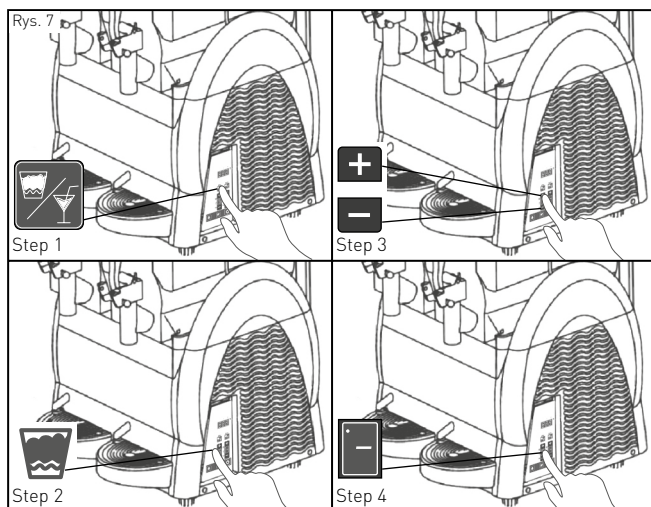

Rys. 6
- Następnie wciśnij , by włączyć urządzenie. Naciśnij i przytrzymaj  przez trzy sekundy, by przejść do trybu CZUWANIA (STANDBY), gdy urządzenie jest aktualnie używane. Patrz: Rys. 6.